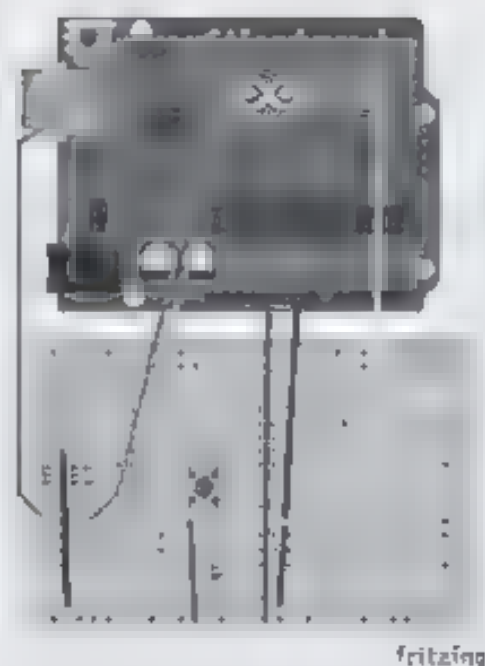

Figura 4.12 – Circuito proposto para o Exercício 1.
1. Considerando o diagrama mostrado na Figura 4.12, desenvolva um sketch que a cada pressionamento do botão troque a cor do LED RGB, ou seja, inicialmente o LED deve estar apagado, ao pressionar o botão, a cor vermelha deve acender, após outro pressionamento a cor verde acende e um novo pressionamento deverá mostrar a cor azul
2. Altere o circuito da Figura 4.12 para trabalhar com as saídas PWM do Arduino e acrescente um potenciômetro no pino analógico A0. Em seguida, altere o sketch de modo que o potenciômetro determine a intensidade luminosa da cor do LED RGB que está acesa.
3. Altere o circuito da Figura 4.12 para utilizar três botões, cada um dos quais conectado a uma saída digital do Arduino. Um botão deverá acender e apagar a cor vermelha do LED RGB, o outro deverá acender e apagar a cor verde, e o terceiro botão deverá acender e apagar a cor azul.
4. Reproduza um cenário similar ao de um semáforo de carros e pedestres. Supondo o estado inicial do cenário com semáforo de carros (SC) sendo vermelho (PARE) e o semáforo de pedestres (SP) sendo verde (SIGA), deve-se programar a sequência de luzes indicando os estados do SC sincronizado com os de SP. Algumas especificações a serem seguidas